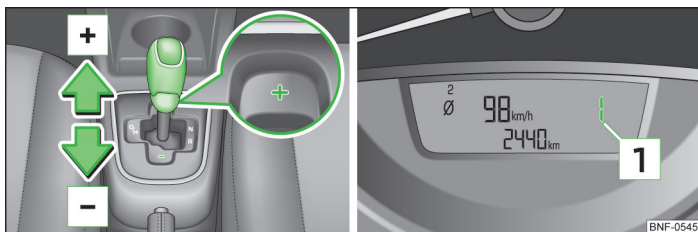

Fig. 73 Selector: comutarea manuală / panou de bord: treapta de viteză selectată
- > Apăsăți maneta selectorului de viteze în poziția amortizată, înspre stânga și selectați poziția M. Pe afișajul panoului de bord apare poziția selectată » fig. 73.
- > Împingeți ușor maneta selectorului de viteze spre în față » fig. 73
- > Împingeți ușor maneta selectorului de viteze spre înapoi » fig. 73